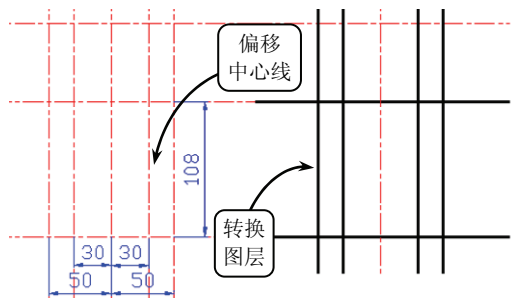

图 3-67 偏移中心线并转换图层
⑮ 利用【偏移】工具将竖直中心线向左右两侧分别偏移 30 和 50，并将水平中心线向上偏移 108。然后将偏移后的中心线转换为【轮廓线】图层，效果如图 3-67 所示。